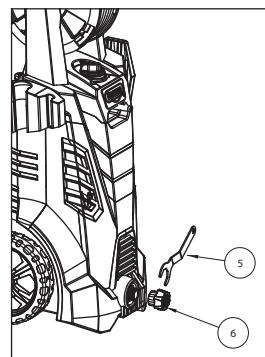

Ilustración 15 - Fije el conector de entrada de agua a la unidad (solo para PW190200)
11. Fije el conector de entrada de agua (6) a la unidad con una llave inglesa (5). Ver la ilustración 15. (Solo para PW190200).